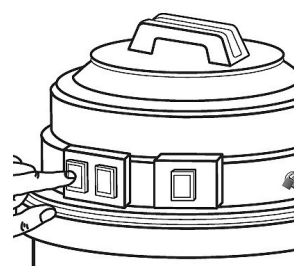

Abb. 7: EIN / AUS Schalter
- Schritt 6: Stecken Sie den Stecker in die Steckdose und schalten Sie das Gerät am roten Schalter A ein (Abb.7).